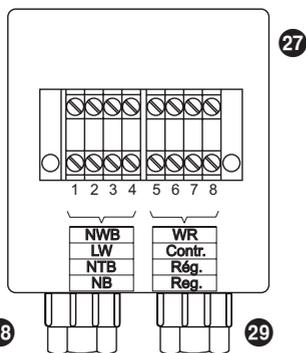

Fig. 9
2. Pasar los cables para la conexión de la varilla del electrodo nivel bajo de agua NB y para las varillas 6, 7 y 8 a través del racor para cables. **Fig. 9**